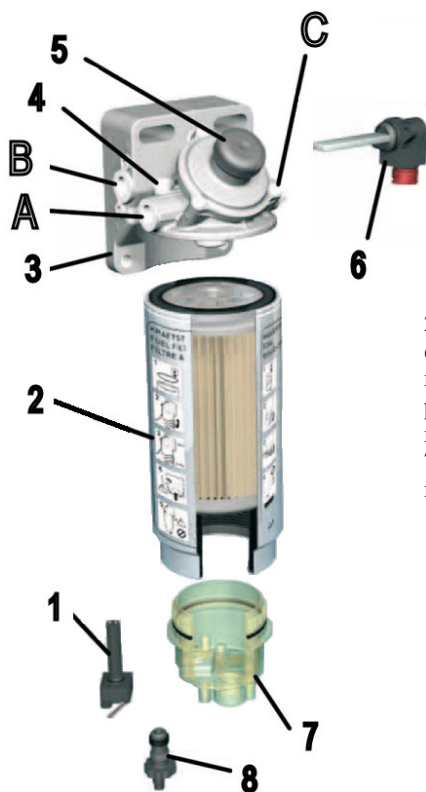

Рис. 12. Фильтр грубой очистки топлива:
Фильтр грубой очистки топлива оборудован (рис. 12) влагоотделителем (водосборным отстойником), ручным топливозакачивающим насосом, подогревателем топлива и датчиком уровня заполнения.
1. Снять старый сменный фильтр 2 (см. рис. 12). Старый фильтр может крепко сидеть в корпусе фильтра. Воспользуйтесь подходящими инструментами.